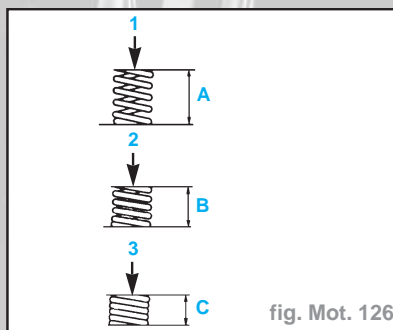

fig. Mot. 126
- Mesurer les ressorts de soupape (fig. Mot. 126).